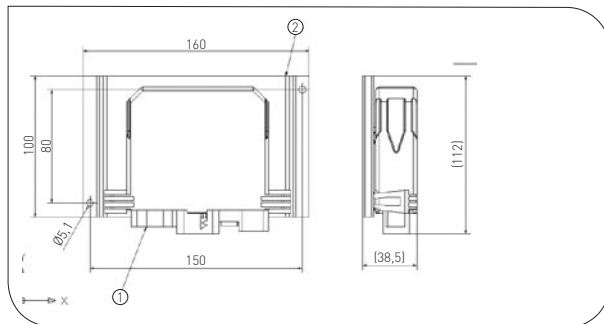

Abbildung 4.4
Die Montage des Steuergerätes (1) geschieht über zwei Befestigungspunkte auf dem Adapter (2) mit zwei Schrauben Durchmesser 5 (siehe Abbildung 4.4). Die Befestigungspunkte im Fahrzeug sind auf den jeweiligen Fahrzeugtyp abzustimmen.